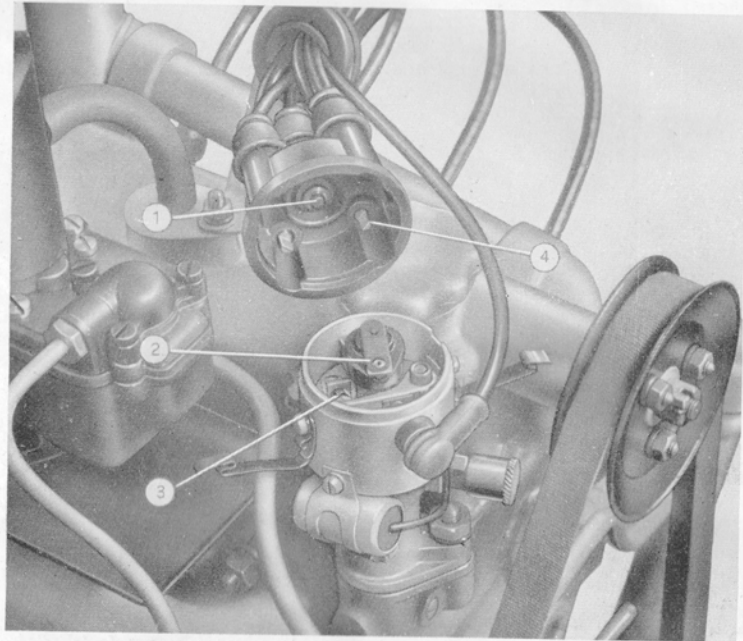

Fig. 35. - Messa in fase del distributore d'accensione.
- Togliere la calotta al distributore e girare a mano l'alberino di comando in modo da orientare la spazzola rotante verso il contatto per l'accensione nel cilindro N. 1 (fig. 35). La numerazione di collegamento con i cilindri è segnata sulla parte superiore della calotta.